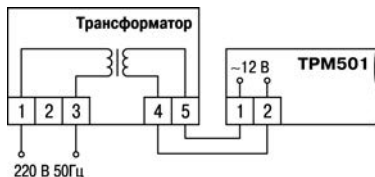

Рисунок 6.5 – Схема подключения трансформатора
6.3.4.2 Линия питания подсоединяется к клеммам 1 и 2 через трансформатор, см. рисунок 6.5. Следует внимательно подсоединять входные сетевые кабели к клеммнику прибора (питание подключается к клеммам 1 и 2): при случайной подаче сетевого напряжения на измерительный вход, прибор может выйти из строя.